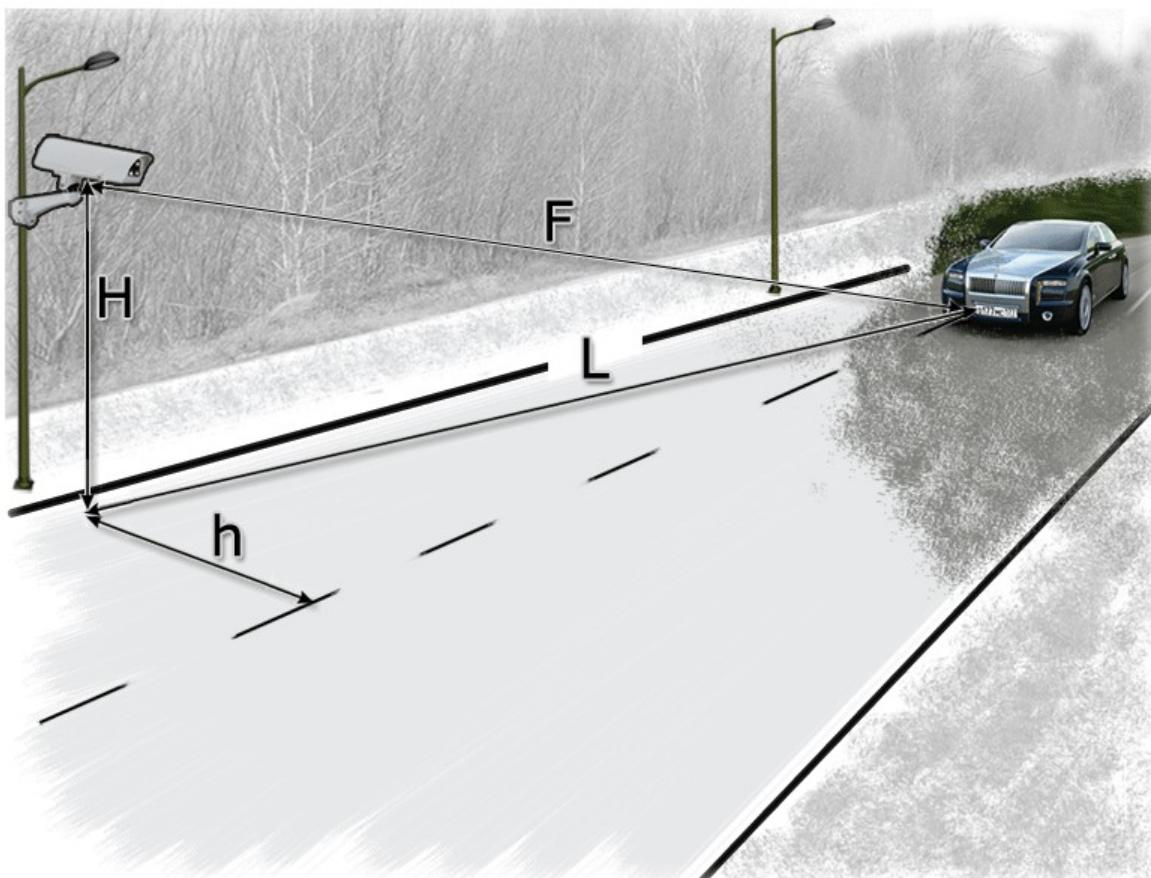

Рисунок 99: Схема размещения камеры.
1. Отношение расстояния от опоры к номеру (L) к высоте опоры (H) должно быть не менее 3 (Рис. 99).
2. Отношение расстояний от опоры до номера (L) к расстоянию от опоры до оси движения автомобиля (h) должно быть больше 3 (Рис 99).